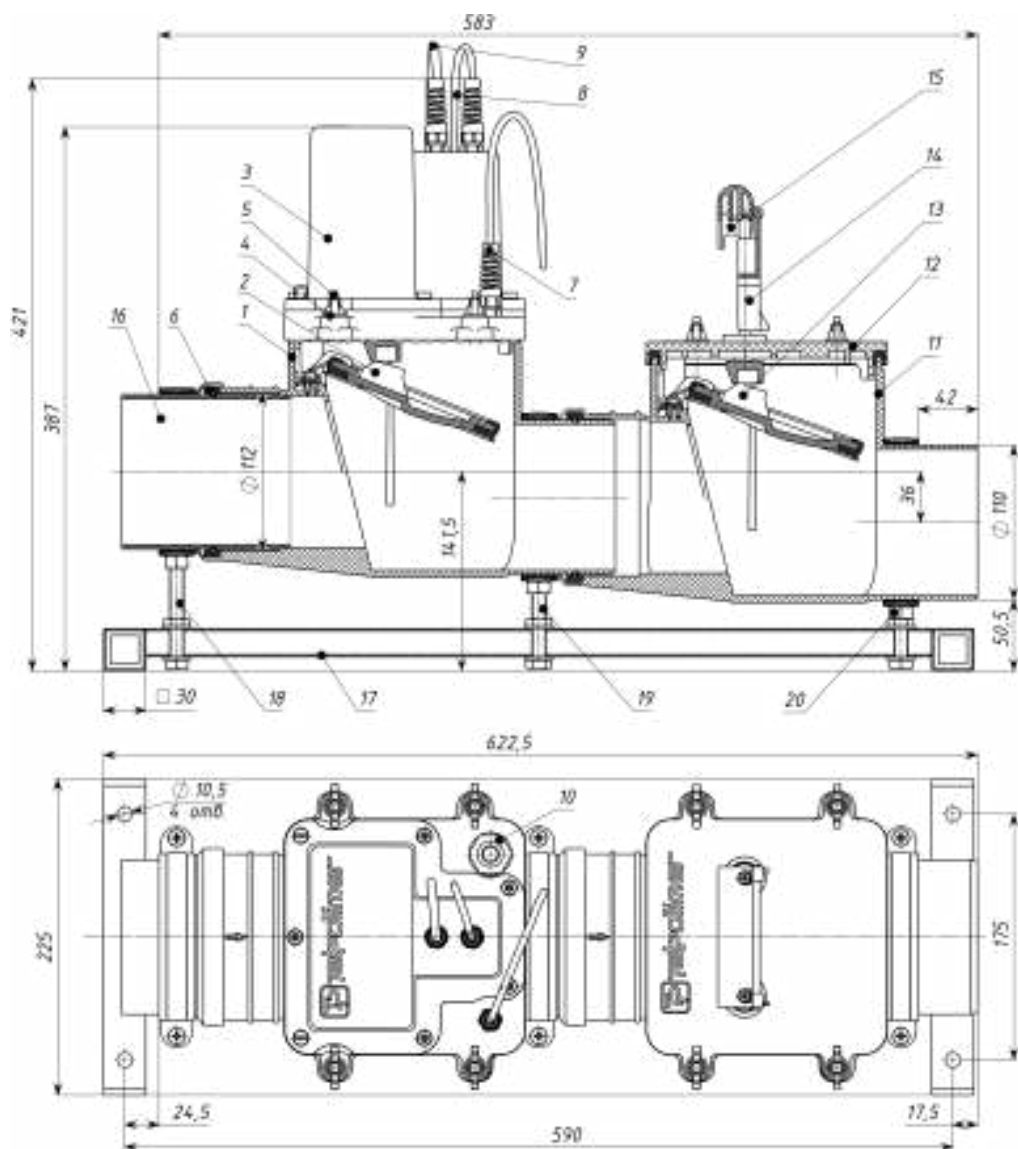
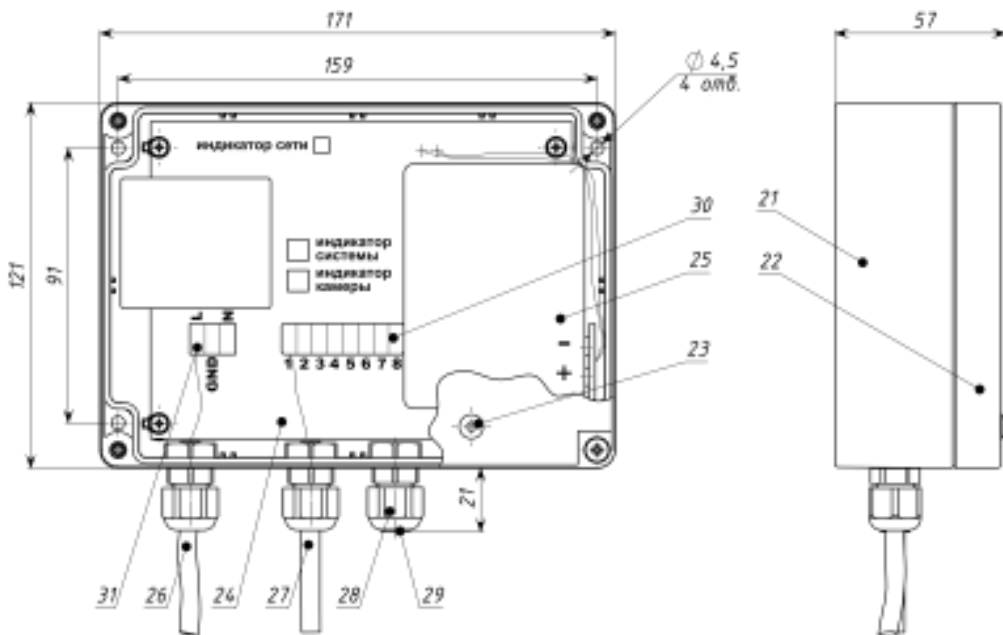
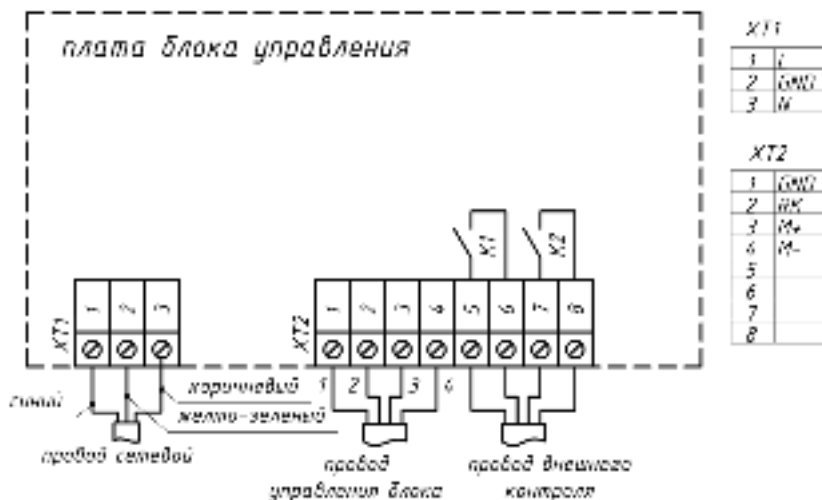

Рис. 1. Камеры на раме
Рис. 2. Блок управления
Рис. 3 Схема расположения контактов блока управления
Основные размеры приведены на рис. 1 и 2.
В состав камер затвора и рамы входят (рис. 1):
В состав блока управления входят (рис. 2):
Блок управления и камера с электроприводом электрически связаны между собой соединенными через разъем проводами 9 и 27 (рис. 1 и 2).
Система запирания затвора представляет собой две камеры, установленные последовательно и снабженные автоматическим электроприводом, а также ручным приводом с запирающими заслонками 2 и 13 (рис. 1). В **нормальном** режиме работы при отсутствии подтопления заслонки находятся в открытом положении. При этом на блоке управления (рис. 2) на индикаторе камеры сигналы отсутствуют, горят **зеленым** индикатор сети и системы. Контакты К1 и К2 (рис. 3) замкнуты.
Во время подтопления стоками выше 70% от внутреннего диаметра подающей трубы затвора, поступает сигнал с датчика 7 в блок управления. Микроконтроллер блока управления подает сигнал электроприводу на закрытие, заслонка 2 закрывается и перекрывает обратный ток стоков. На блоке управления при этом включается звуковой сигнал и загорается индикатор камеры сначала **синим** (обнаружение стоков), затем после закрытия – **красным** цветом (затвор закрыт). Контакты К1 (рис. 3) замкнуты, а контакты К2 разомкнуты.
В случае отключения электроэнергии устройство полностью сохраняет свою работоспособность в течение максимум 96 ч благодаря встроенному необслуживаемому аккумулятору. При этом на индикаторе сети сигнал отсутствует, индикатор системы горит **зеленым**, контакты К1 и К2 (рис. 3) разомкнуты. По мере разрядки аккумулятора на индикаторе системы (рис. 2) может периодически пульсировать или загораться **зеленый** цвет и подаваться звуковой сигнал.
Перед подсоединением затвора к канализационной магистрали нужно удалить транспортировочный патрубок 16 (рис. 1), отвернув для этого на длинном хомуте 18 два винта и снять верхнюю скобу хомута, затем подсоединить в место патрубка 16 канализационную трубу. После подсоединения затвора к канализационной трубе верхнюю скобу хомута 18 необходимо установить на место и надежно зафиксировать двумя винтами до плотного обжатия трубы. **Эксплуатация без закрепленной верхней скобы запрещена**, т.к. может привести к потере герметичности при подтоплении в результате смещения одной из камер затвора.
Для крепления блока предусмотрено 4 отверстия на корпусе 21 блока (рис. 2) диаметром 4,5 мм (крепеж в комплект поставки не входит). Провода 26 и 27 при установке блока на стене должны располагаться снизу. При монтаже необходимо учитывать, что длина провода сетевого – 3 м, а провода управления блока – 6 м.
1. Проверить от руки затяжку гаек-барашек 5 (рис. 1) электропривода 3 и крышки 12 (для удобства обслуживания, если необходимо, допускается замена гаек-барашек на гайки под ключ, входящие в комплект);
3. Проверить соединение розетки двухконтактного разъема провода 8 датчика привода (рис. 1) с вилкой датчика 7;
4. Проверить соединение вилки четырехконтактного разъема провода 9 управления привода (рис. 1) с розеткой провода 27 управления блока (рис. 2);
6. Вынуть аккумулятор 25 (рис. 2) из корпуса 21 блока и подключить двухконтактный разъем к ответной части провода питания на плате управления 24 (**строго соблюдать полярность при подключении**);
11. Дождаться зарядки аккумулятора в течении 6 ч (полная зарядка аккумулятора происходит в течение 48 ч, при этом на индикаторе системы (рис. 2) может периодически пульсировать или загораться **зеленый** цвет и подаваться звуковой сигнал);
1. Вынуть заглушку 23 крышки (рис. 2) на крышке 22 блока;
3. Дождаться когда на блоке управления загорится индикатор камеры **красным** цветом (затвор закрыт) и включится звуковой сигнал (контакты K1 и K2 (рис. 3) остаются в том же состоянии, что и до входа в тестовый режим);
4. Закрыть ручную заслонку 13 (рис. 1) освободив фиксатор 14 и опустив рукоятку толкателя 15 вниз до характерного щелчка;
2. Вынуть заглушку 23 крышки (рис. 2) на крышке 22 блока;
4. Дождаться когда на блоке управления загорится индикатор камеры **красным** цветом (затвор закрыт) и включится звуковой сигнал (контакты K1 (рис. 3) остаются в том же состоянии, что и до входа в тестовый режим, т.е. замкнуты, а K2 разомкнутся на время закрытого состояния затвора);
5. Дождаться когда произойдет опрос датчика, и при обязательном условии отсутствия подтопления, электропривод 3 (рис. 1) откроет заслонку 2, а звуковой сигнал прекратится (контакты K1 и K2 (рис. 3) остаются в рабочем замкнутом состоянии);
6. Установить на место заглушку 23 на крышке 22 блока (рис. 2).
2. Отвернуть гайку с защитой от перегиба на датчике 7 (рис. 1) и вынуть датчик из посадочного места;
3. Вынуть заглушку крышки 23 (рис. 2) на крышке 22 блока;
5. Дождаться когда на блоке управления загорится индикатор камеры **красным** цветом (затвор закрыт) и включится звуковой сигнал (контакты K1 и K2 (рис. 3) разомкнуты);
6. Дождаться когда произойдет опрос датчика, и при обязательном условии отсутствия подтопления, электропривод 3 (рис. 1) откроет заслонку 2, а звуковой сигнал прекратится (контакты K1 и K2 (рис. 3) разомкнуты)
9. Установить на место заглушку 23 (рис. 2) на крышке блока 22;
10. Подключить блок управления к сети, вставив вилку провода сетевого в розетку 220 В (контакты К1 и К2 (рис. 3) замкнуты);
3. Дождаться когда на блоке управления загорится индикатор камеры **красным** цветом (затвор закрыт) и включится звуковой сигнал (контакты К1 и К2 (рис. 3) остаются в том же состоянии, что и до входа в тестовый режим).